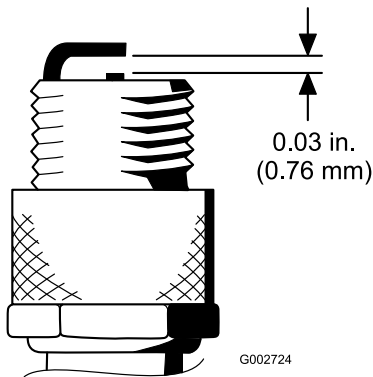

Figura 50
4. Ajuste la distancia entre los electrodos central y lateral a 0,76 mm (Figura 50).